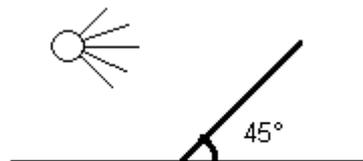

Abbildung 11: Neigungswinkel für Solarpaneel (hier 45°)
- Winkel: Der optimale Neigungswinkel (siehe **Abbildung 11**) hängt vom Breitengrad des Standorts ab. Falls der Datalogger über das ganze Jahr verwendet werden soll, empfehlen wir einen Neigungswinkel für optimale Leistung im Winter: